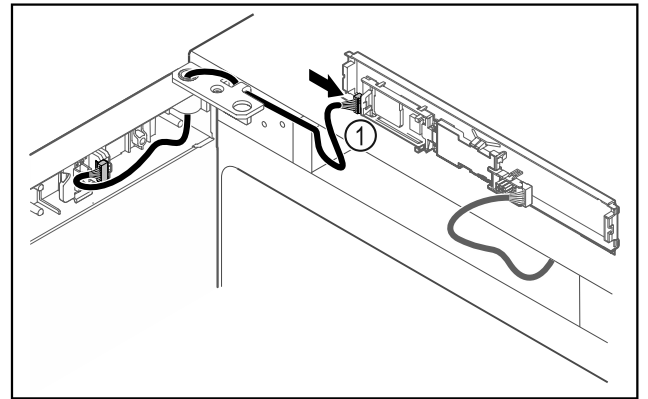

Fig. 50
- ▶ Enchufar el conector Fig. 50 (1) en la platina.